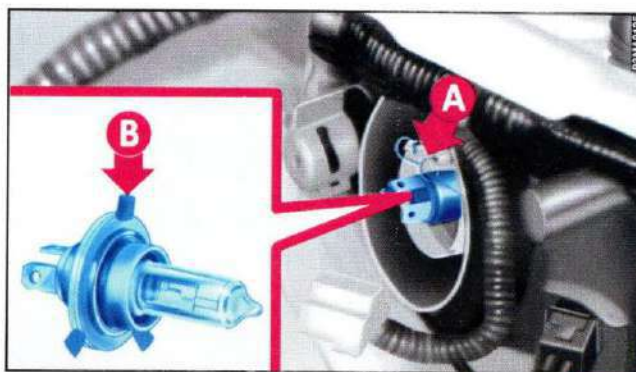

fig. 13
2) Sganciare la molletta di fissaggio **A**-fig. 13 ed estrarre la lampada.